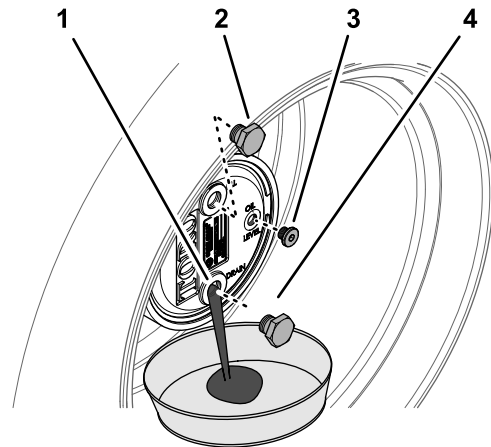

图 68
2. 取出 12 点钟位置的加油塞和 3 点钟位置的检查塞图 68。
- 将放油盘放在行星齿轮毂下面取出 6 点钟位置的排油塞让油完全排出图 68。
- 将排油塞安装到行星齿轮箱的排油孔中图 68。